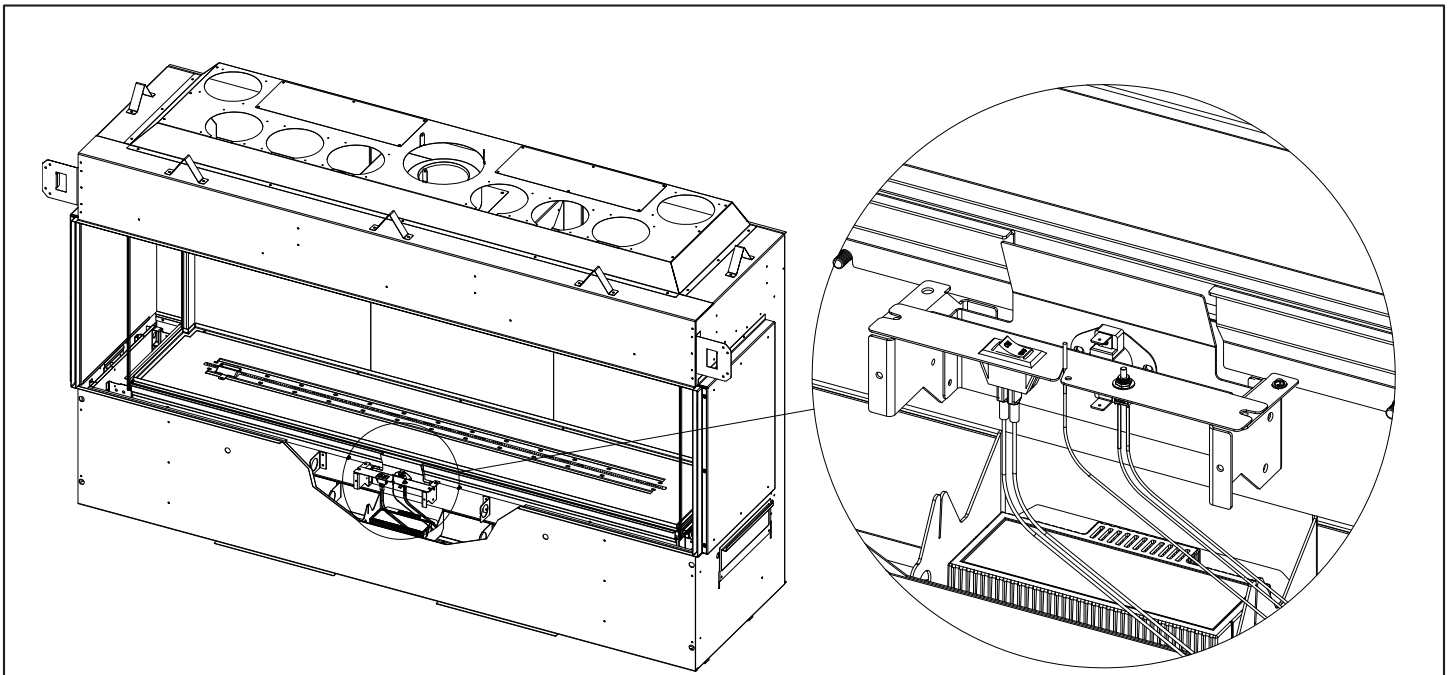

Figure 7.18 - Panneau d'interrupteurs
4. Retirez les (2) vis à métal qui retiennent le panneau d'interrupteurs. Soulevez ce panneau de son support de fixation et repérez les fentes dans les fixations du module de contrôle. Insérez le panneau d'interrupteurs dans ces fentes pour le tenir en place durant le retrait du panneau de contrôle (position rétractée). Figures 7.18 et 7.19.